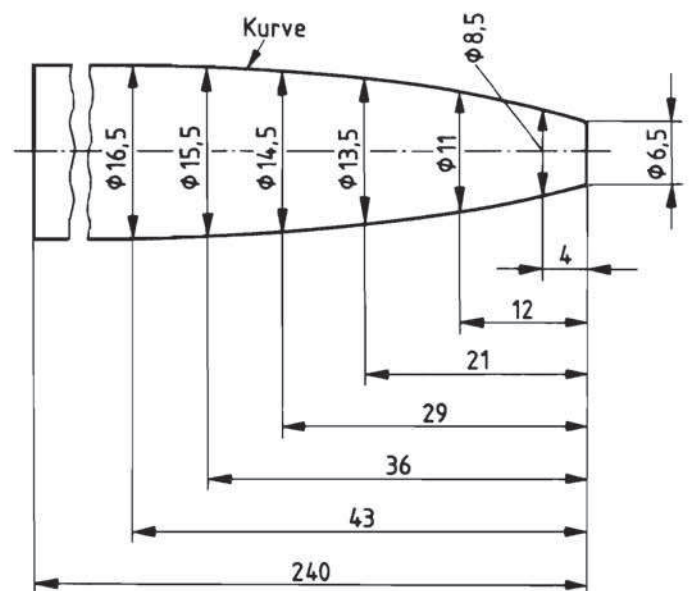

Bild 17.
Maße für Sonderformen werden z. B. wie in Bild 17 dargestellt eingetragen.
- mit einem Pfeil an einer Körperkante (Bild 17, Kurve)
- ohne Begrenzungszeichen an allen anderen Linien z. B. Maßlinien, Mittellinien (Bild 17, Maß $\varnothing 8,5$)
schrieben werden, müssen in derselben Richtung, die sie an der Maßlinie hätten (Bild 17 Maß $\varnothing 8,5$) oder in Leserichtung der Zeichnung eingetragen werden.